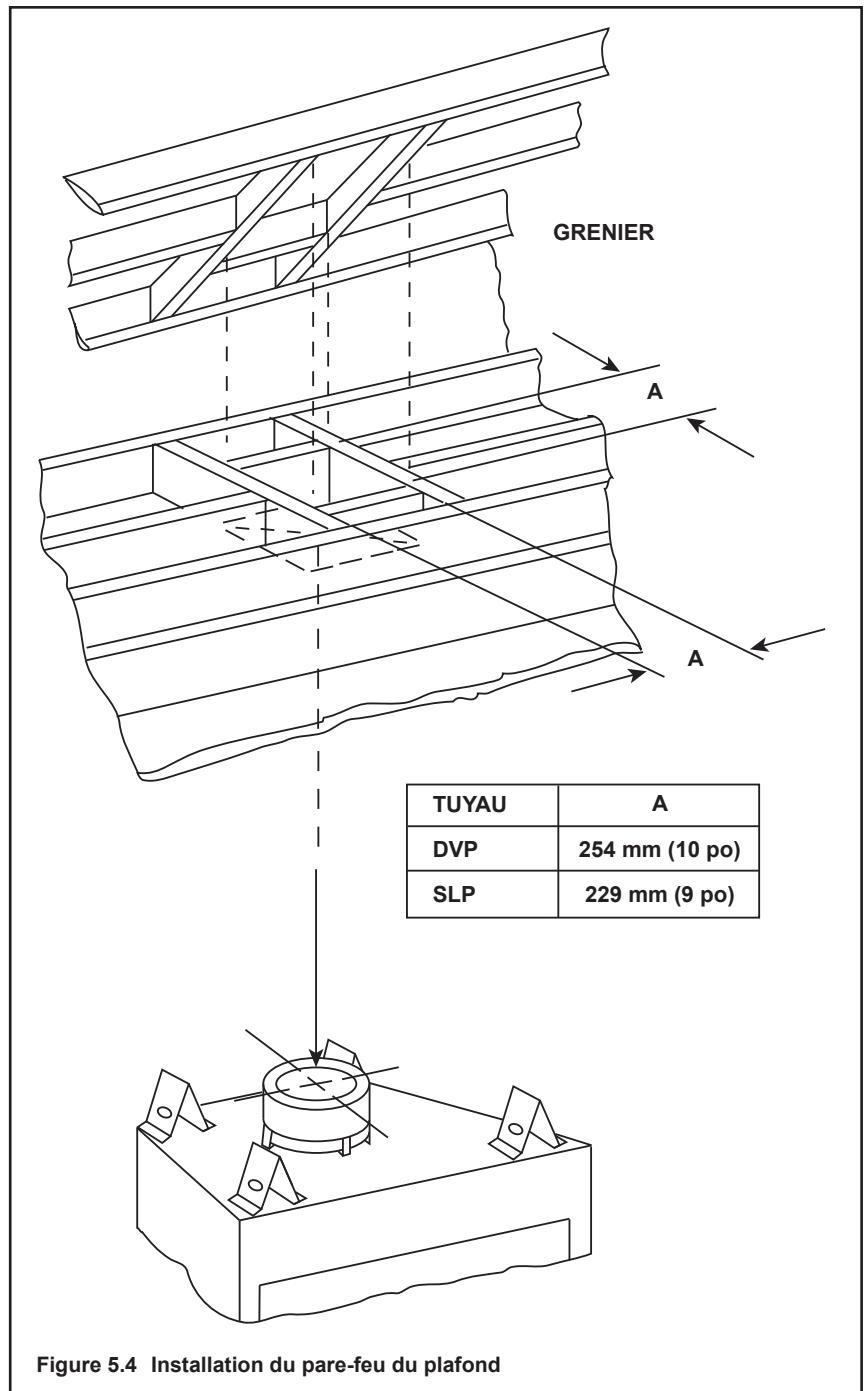

Figure 5.4 Installation du pare-feu du plafond
- **Conduit SLP seulement** – Ouverture du coffrage 229 x 229 mm (9 x 9 po) (9 x 9 po) lorsque le conduit d'évacuation traverse un plancher/plafond (voir la figure 5.4).